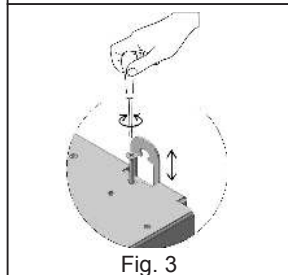

Fig. 3
- б) Выровнивающий задний кронштейн с креплением на клиновые анкеры в комплекте (Рис. 3).